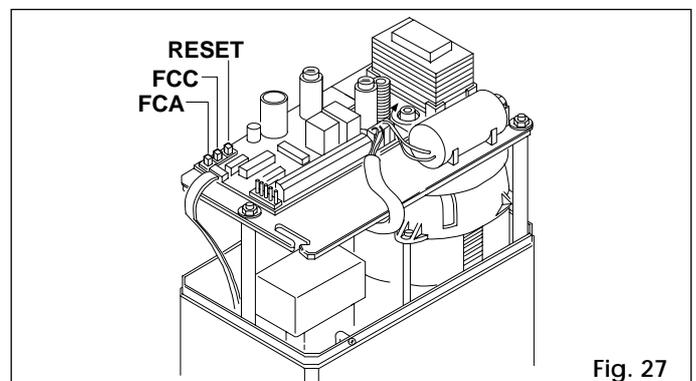

Fig. 27
- 7) Sans manoeuvrer le portail, effectuer dans l'ordre les opérations suivantes sur l'armoire 826 MPS Fig.27 :
- 9) Sans manoeuvrer le portail, effectuer dans l'ordre les opérations suivantes sur l'armoire 826 MPS Fig. 27 :